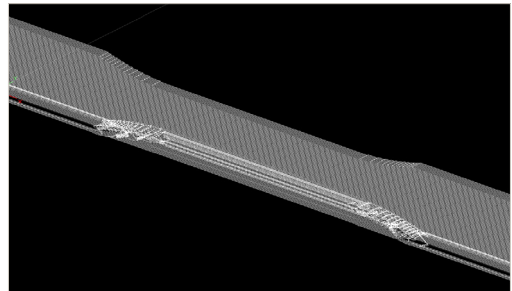

Figura 6. Parte selezionata.
2. Trascinare il cursore attraverso la schermata per selezionare tutta la parte (se selezionate, tutte le scanalature verranno visualizzate in bianco) (Figura 6).